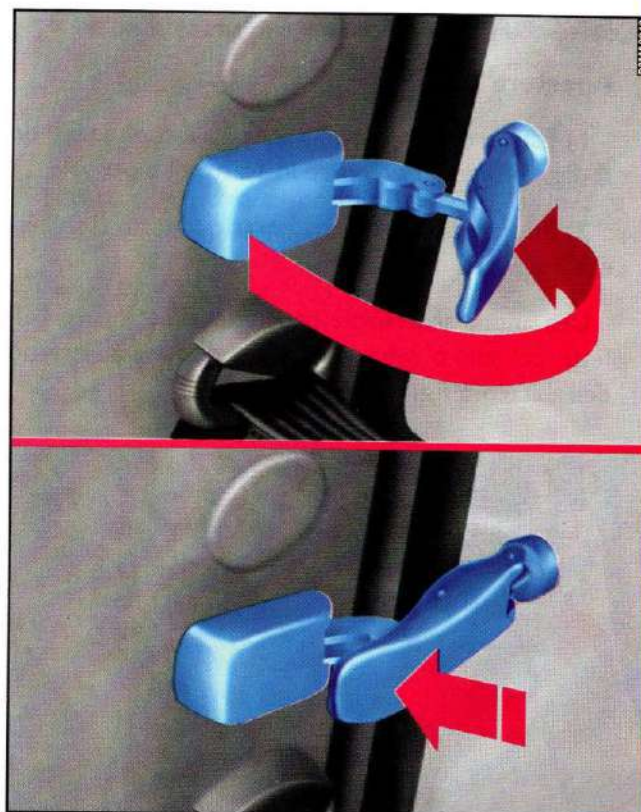

fig. 53
- 1) Spostare la leva come indicato in **fig. 53**.